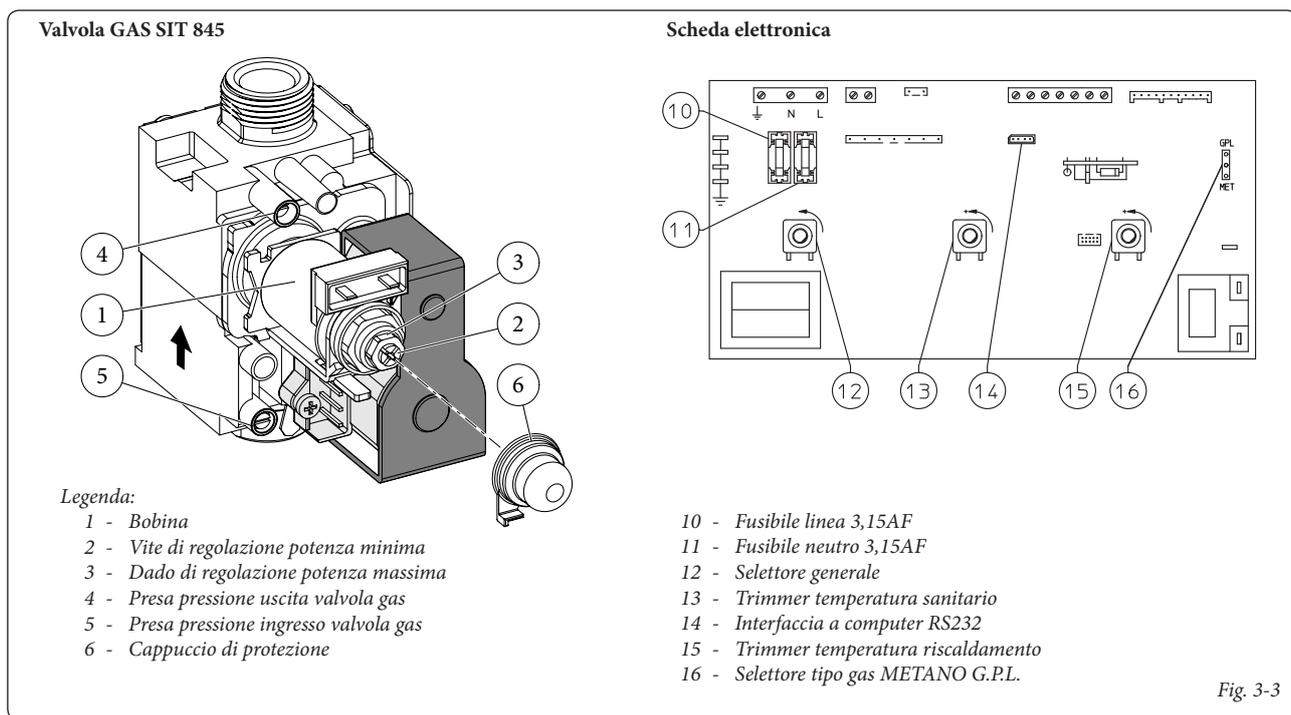

Fig. 3-3
- spostare il ponte 16 (Fig. 3-3) nella posizione corretta per il tipo di gas in uso (Metano o G.P.L.);
La taratura del bruciatore deve essere effettuata con un manometro ad "U" o digitale, collegato alla presa di pressione uscita valvola gas (Part. 4, Fig. 3-3), attenendosi al valore di pressione riportato nelle tabelle (Parag. 3.16) per il tipo di gas per il quale la caldaia è predisposta.
- regolare sul dado in ottone (3) la potenza nominale della caldaia, attenendosi ai valori di pressione massima riportati nelle tabelle (Parag. 3.16) a seconda del tipo di gas;
- Regolazione della potenza termica minima di caldaia (Fig. 3-3).